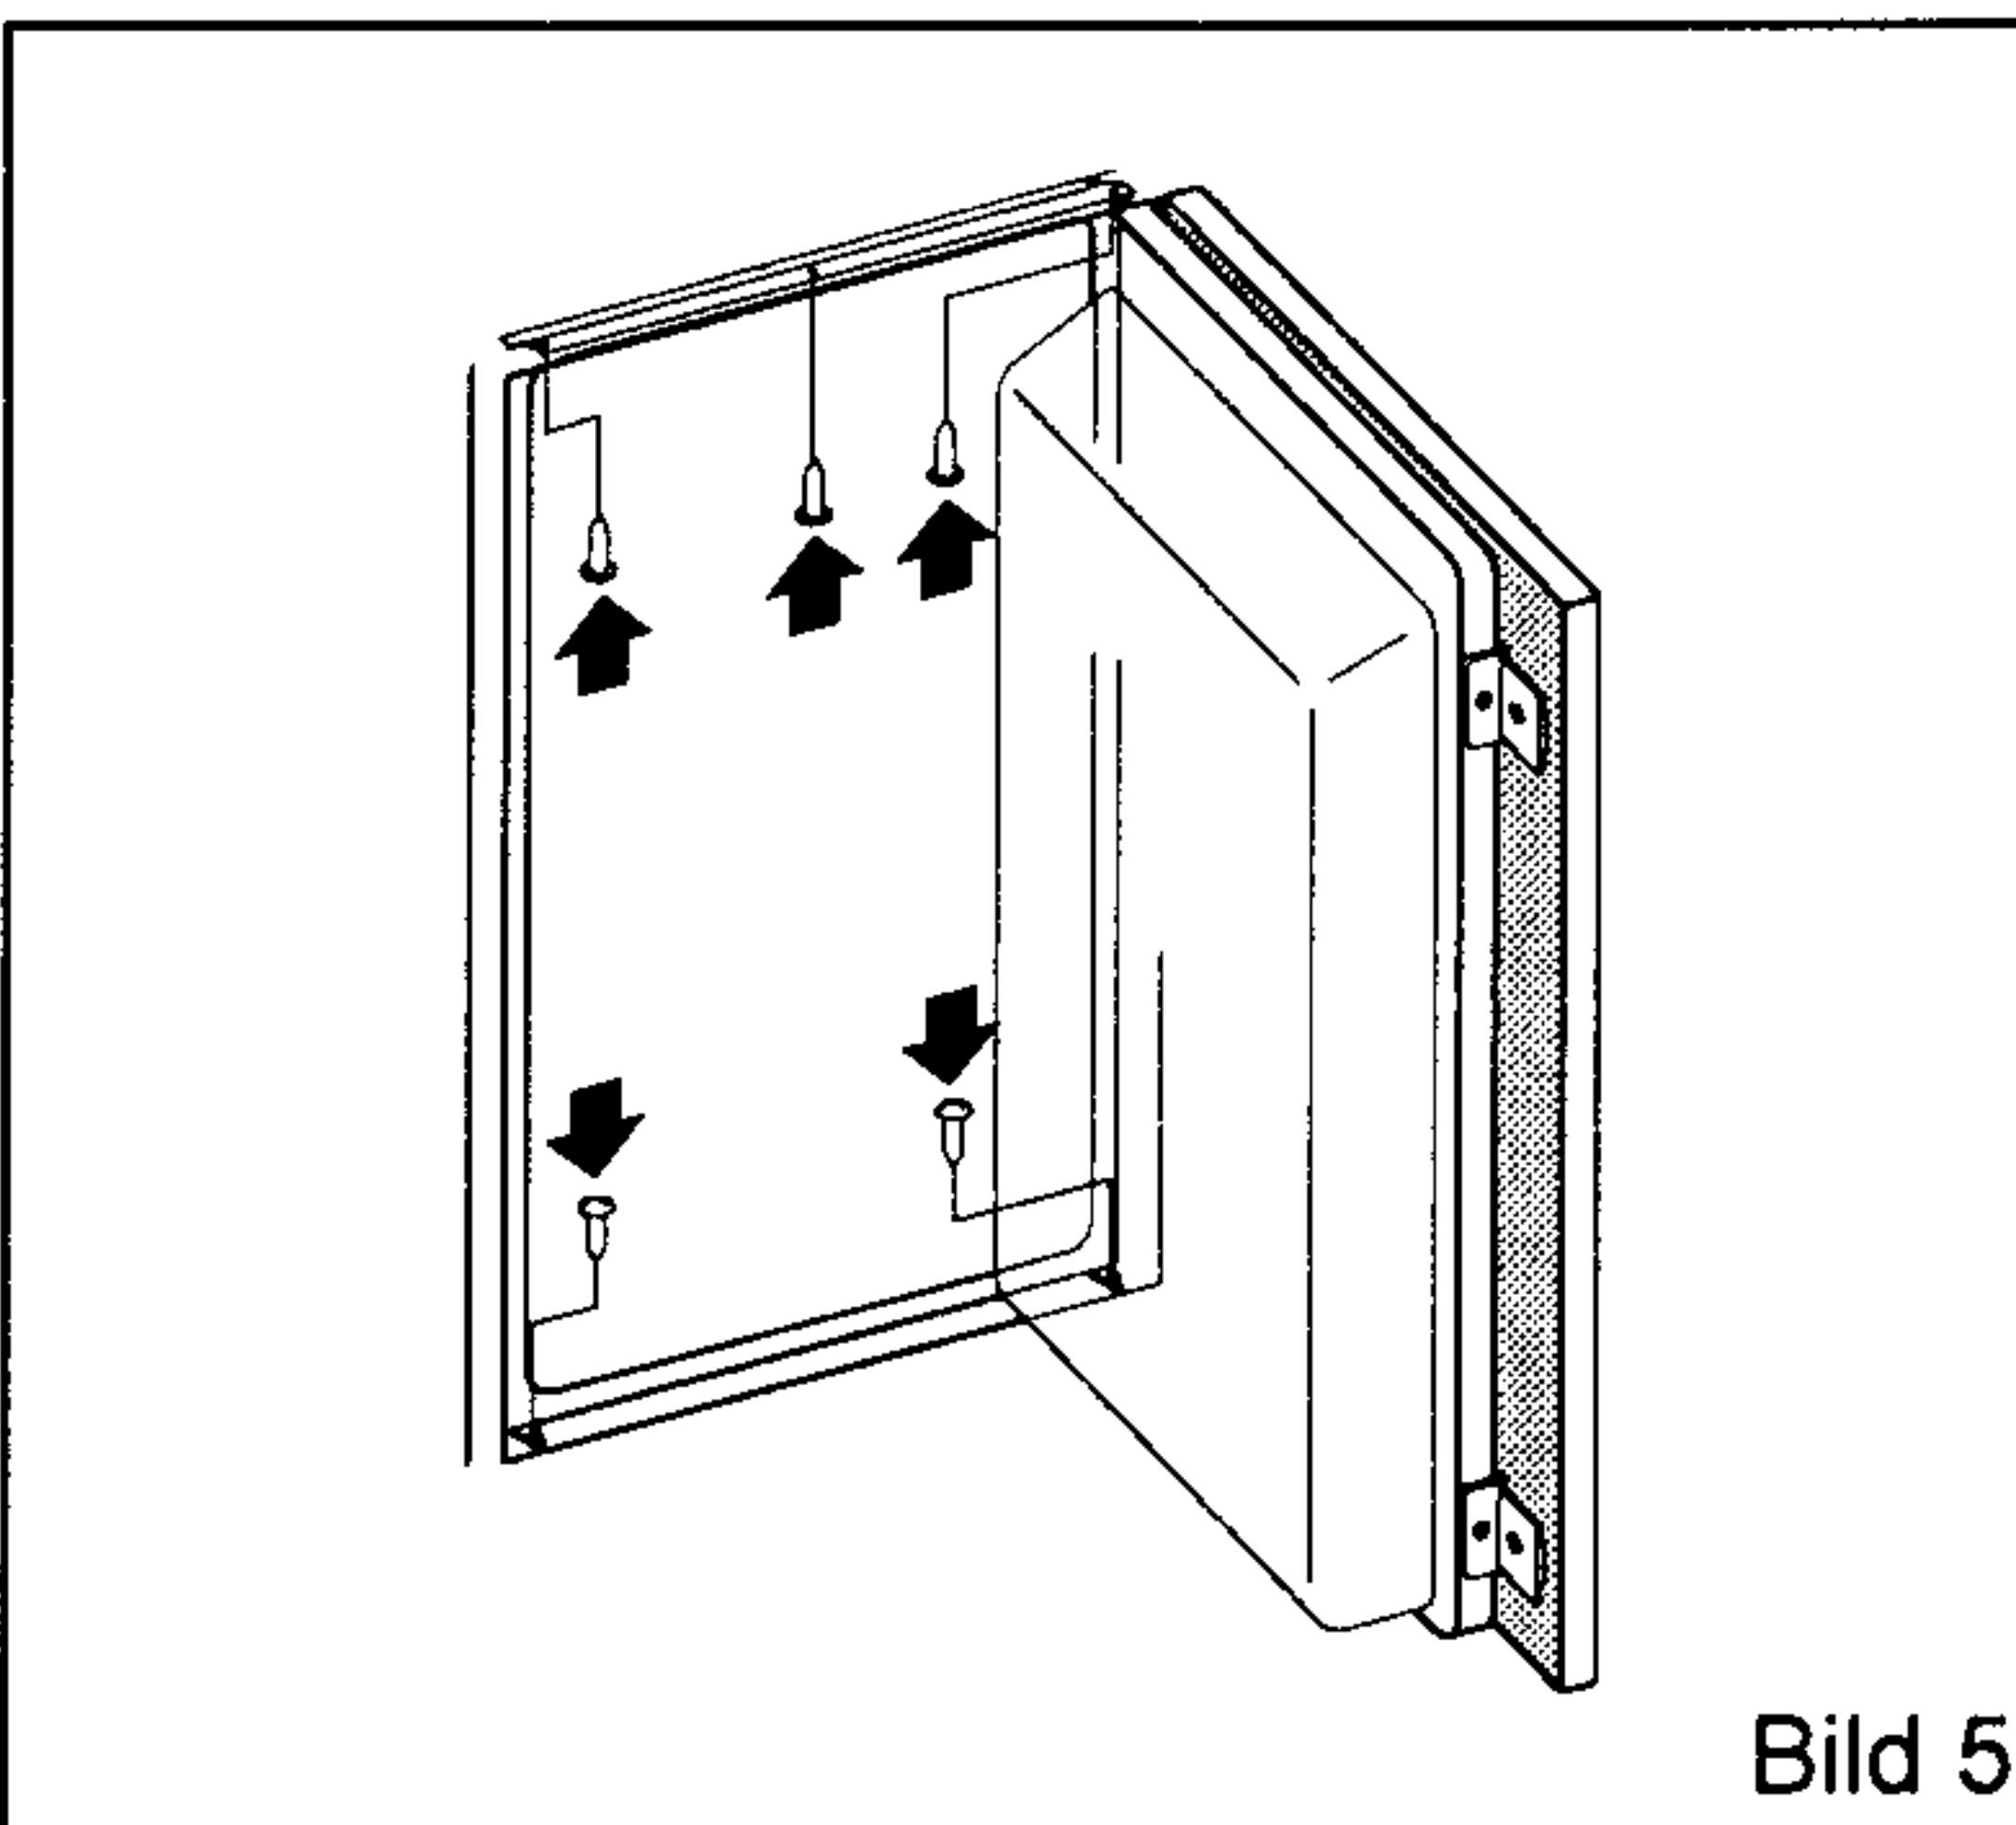

Bild 5
- Schließlich befestigen Sie das Gerät ins Möbelement. Schrauben Sie es zu in die Decke mit drei Schrauben durch die obere Leiste und in den Boden mit zwei Schrauben durch die unteren Scharniere. Für die Schrauben A 3,5 x 13 sind Löcher ø 2,5 x 5 auszubohren (Bild 5).